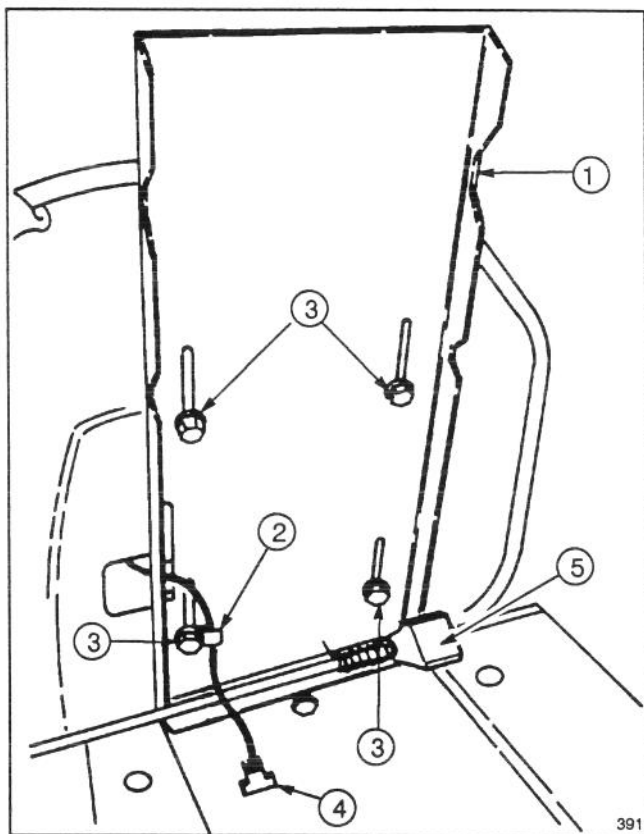

Abbildung 1
1. Den Sitz auf das Sitzunterteil aufstellen, das Sitzschalterkabel durch das Langloch führen und die Befestigungslöcher abstimmen (Abb. 1).
2. Die Drahtklemme über den Schalterdraht schieben (Abb. 1).
3. Mit Hilfe des rückwärtigen linken Langlochs im Sitzunterteil, die Drahtklemme locker absichern und den Sitz mit einer Sechskantschraube und Sicherungsscheibe locker festmachen (Abb. 1).
4. Den Sitz mit Hilfe der drei (3) übrigen Sechskantschrauben und Sicherungsscheiben absichern.
1. Zum Freilegen der Batterie, den Sitz hochklappen. Der Sitz wird durch einen Riegel an der Unterseite daran gehindert, während der Arbeit an der Batterie herunterzufallen (Abb. 1).